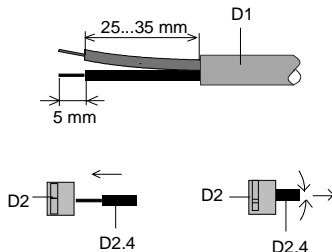

Bild 4: Anschließen / Abklemmen der Busleitungen
Anschließen der Busleitung (Bild 4)
- Den Mantel der abisolierten Busleitung (Bild 4) mit >3mm Überstand in den offenen Klemmschlitz (C4) drücken. Beim Anschluß einer zweiten Busleitung den geschlossenen Klemmschlitz mit einem Schraubendreher freibrechen und wie oben beschrieben in den Klemmschlitz drücken. Die Buseinzeladern in die Vertiefung unterhalb der Busklemme drücken und die Abdeckung (C1) aufsnappen.
Abklemmen der Busleitung (Bild 4)